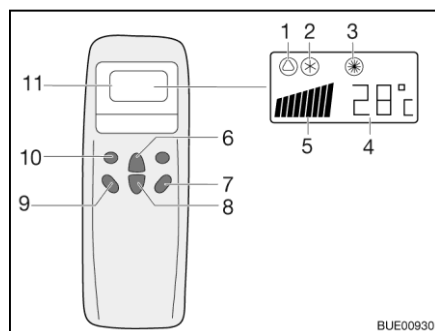
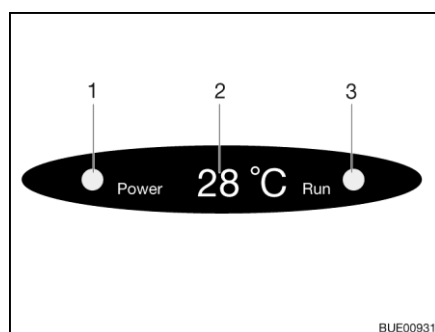

Bild 137 Fjärrstyrning
Bild 138 Diffusörens display
- Tryck på knappen "ON/OFF" (Bild 137,7).
- Tryck så många gånger på knappen "Mode" (Bild 137,10) tills önskad driftsläget (Bild 137,1, 2 eller 3) visas på displayen. Motsvarande kontrollampa tänds på diffusörens display (Bild 138,3).
- Ställ in önskad temperatur med knappen Temperaturökning (Bild 137,6) eller Temperatursänkning (Bild 137,8).
- Med knappen Fläktvarvtal (Bild 137,9) väljs önskad fläkthastighet.